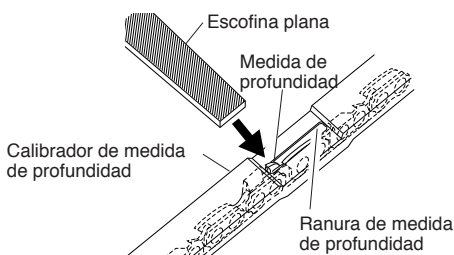

Figura 25 - Calibrador de medida de profundidad en la cadena
1. Coloque el calibrador de medida de profundidad (.635 mm) firmemente a lo largo de dos elementos de corte. Asegúrese de que la medida de profundidad penetra en la ranura del calibrador de la medida de profundidad (vea la Figura 25).